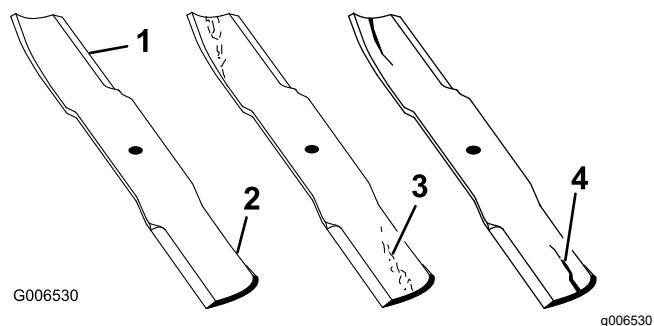

Figura 65
1. Inspeccione los filos de corte (Figura 65).
4. Si observa fisuras, desgaste o la formación de una ranura en esta zona, instale de inmediato una cuchilla nueva (Figura 65).